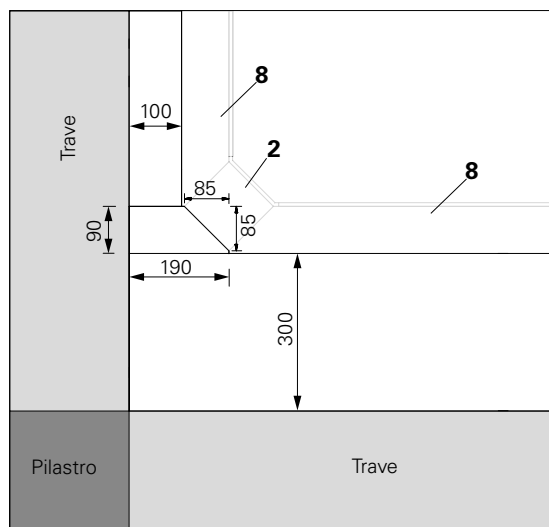
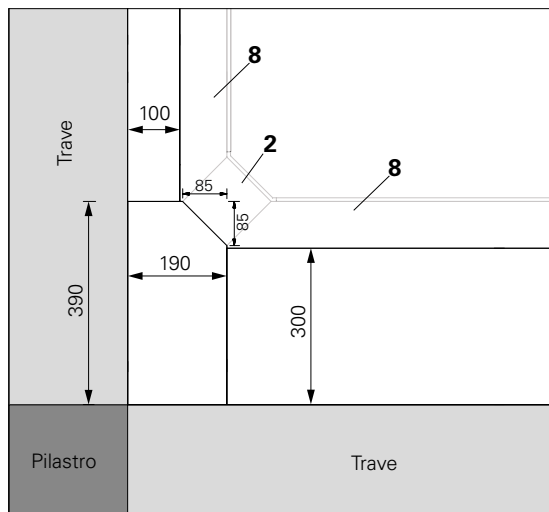

Fig. A7.08
Fig. A7.09
1. Tagliare il pannello multistrato nelle misure adeguate secondo le opzioni di taglio 1 o 2. (Fig. A7.08 + Fig. A7.09)
4. Mettere il puntello (3) collegato alla testa a caduta (2) e al blocchetto in legno (23) vicino all'angolo di travi (la distanza varia in base alla zona di tamponamento, es. 300 mm). (Fig. A7.08 + Fig. A7.09) (in alternativa il blocchetto in legno (23) può essere montato dall'alto)
6. Ora agganciare la trave di compensazione ADF (8) sul perno della piastra mobile e ruotarla usando l'ausilio per cassaforma.